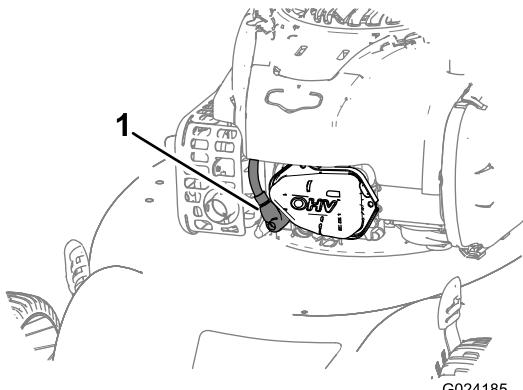

Figura 14
- Staccate il cappellotto dalla candela (Figura 14) prima di eseguire interventi di manutenzione.